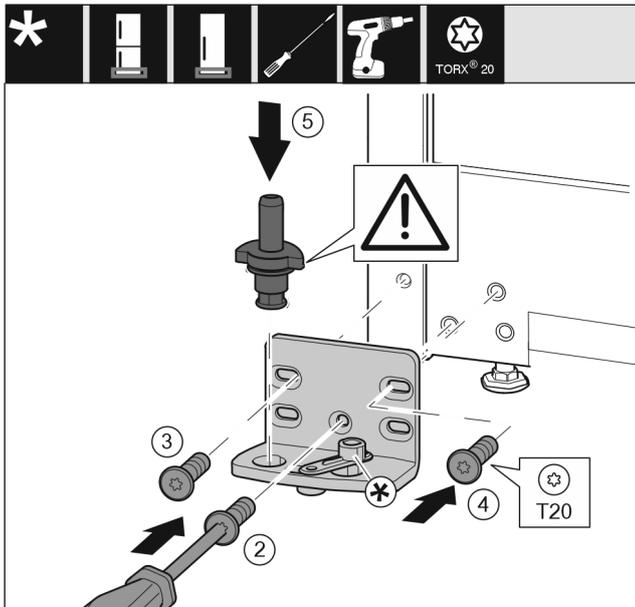

Fig. 26
- ▶ Colocar el soporte del cojinete en el otro lado y atornillar con un destornillador T20. Empezar con el tornillo 2 abajo en el centro. Fig. 26 (2)
- ▶ Atornillar el tornillo 3 y 4. Fig. 26 (3,4)
- ▶ Introducir completamente el perno del cojinete. Asegúrese de que la leva de encastre apunta hacia atrás. Fig. 26 (5)